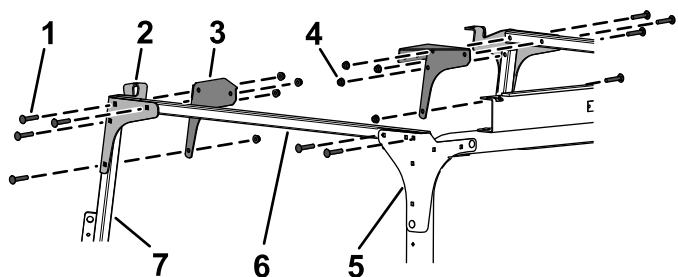

図 29
7. 後取り付けブラケットと後コーナーガセットにクロスリンクチューブを仮止めするキャリッジボルト5/16 x 1 1/4 インチ4本と、フランジナット5/16 インチ4本を使用して図 29のように取り付ける。
8. クロスリンクチューブと左右の風防サポートに前取り付けブラケットと前コーナーガセットを仮止めするキャリッジボルト5/16 x 1 $\frac{1}{4}$ インチ8本とフランジナット5/16 インチ8個を使用して図 29 のように取り付ける。